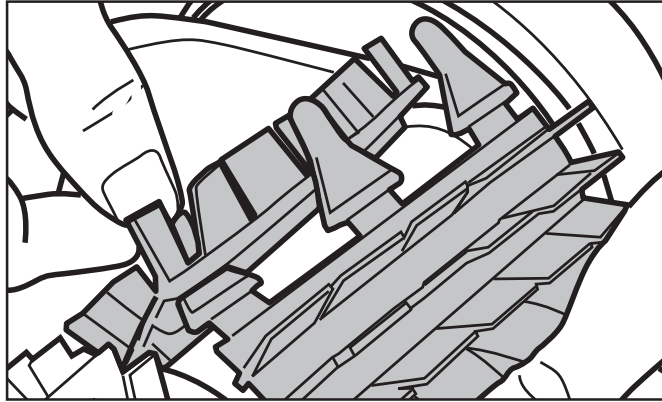

Figure 22. Inserte las lengüetas en cada ranura
3. Inserte cada lengüeta en la ranura provista y deslícelas suavemente hasta que la base salga del otro lado de la ranura (Figure 22).